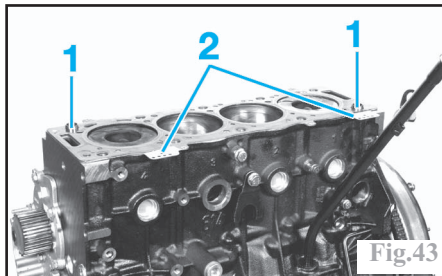

Fig.43
Poser le joint de culasse neuf. S'assurer de la présence des douilles de centrage (1) sur le bloc-cylindres et du sens correct du joint de culasse (2) (Fig.43).